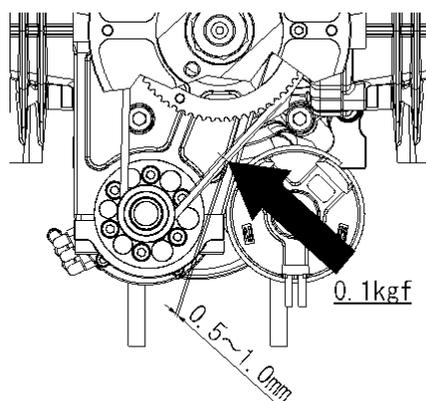
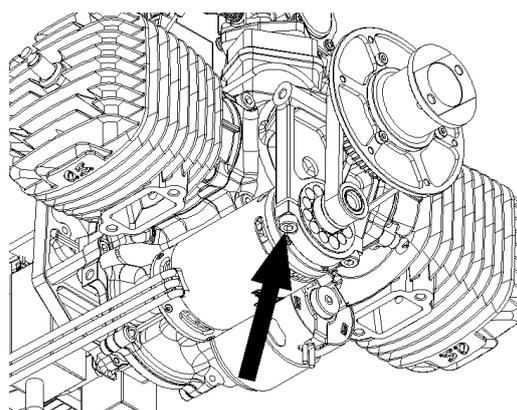

Fig. 3
Fig. 4
(1) ジェネレーターベルトのテンション調整
- ①Fig. 3 のように、ベルトの中央を約 0.1kgf の力で押して、ベルトのたわみを測定してください。
- ②ベルトのたわみの基準値は 0.5~1.0 mm です。この範囲に無い場合は、下記③以降の作業を行ってください。
- ③Fig. 4 の矢印の M5 ねじを緩めてください。
- ④ジェネレーター本体を回して、ベルトのたわみが 0.5~1.0 mm になるように調整してください。
- ⑤調整が終わったら、Fig. 4 の矢印の M5 ねじを締付け固定してください。(締付けトルク 5.4N・m)